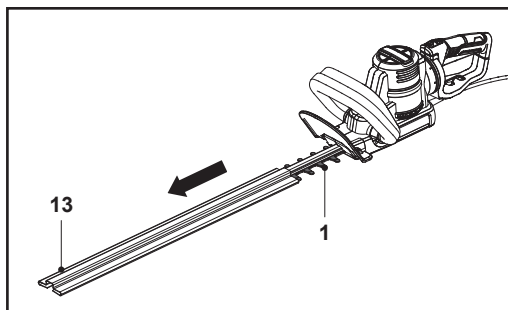

Fig. 1
1. Scoate protecția (13) de pe dispozitivul de tăiere (lamă) (1) înainte de utilizare (Fig. 1).
2. Păstrează în siguranță protecția lamei (13).